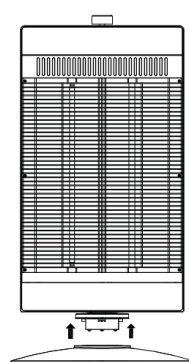

FIG. 3
3. Fixez la base au fond du poêle (Figure 3). Faites attention à la direction de la base.